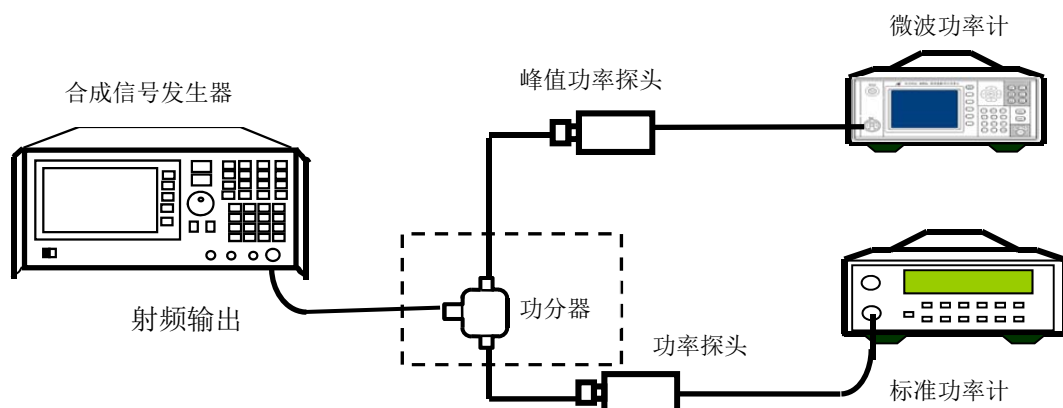

图 8.7 峰值功率探头脉冲功率测量范围的测试
- 1) 开机预热至少 30 分钟，将配接 81702 系列或 81703 系列峰值功率探头的微波功率计和标准功率计分别进行校准后，按图 8.7 连接设备。
测试框图如图 8.7 所示。
- 1) 开机预热至少 30 分钟，将配接 81702D 峰值功率探头的微波功率计和标准功率计分别进行校准后，按图 8.7 连接设备。